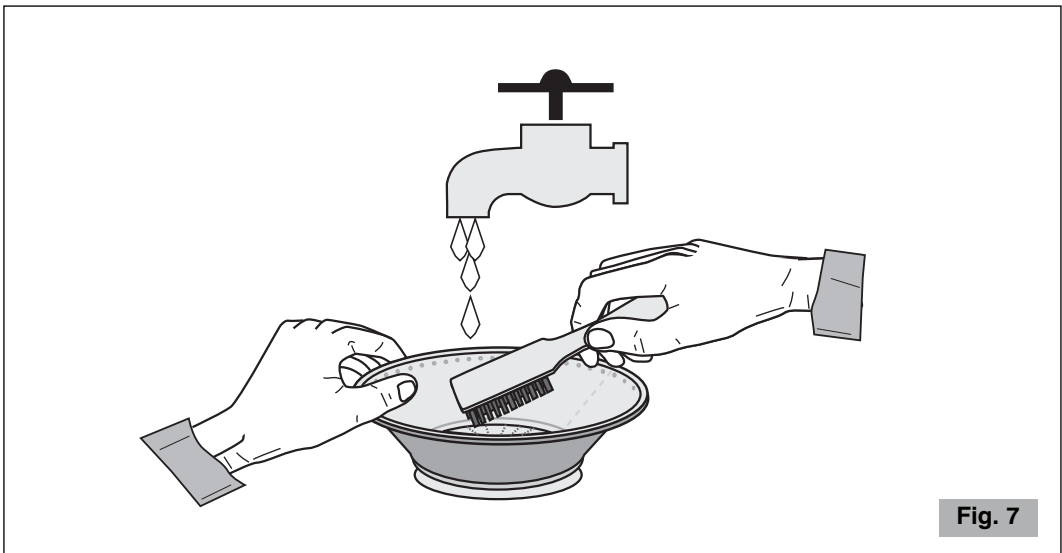

Fig. 7
- Para obtener un rendimiento superior de zumo controlar siempre que el filtro haya sido limpiado cuidadosamente utilizando un cepillo de nylon. Utilizando este cepillo, mantener el filtro bajo el grifo y cepillar la parte interna del tamiz (véase Fig. 7), después controlar en contraluz que no haya agujeros obstruidos en el tamiz. Si hubiera agujeros obstruidos, inmergir el filtro en una solución de agua caliente con el 12% de zumo de limón o vinagre para que se liberen los agujeros. En alternativa lavar el filtro en el lavavajillas.
| Pulpa expulsada muy mojada e inferior cantidad de zumo extraído. | <ul style="list-style-type: none"> • Probar licuar más lentamente apretando la fruta con menor fuerza. • Asegurarse siempre que el filtro haya sido limpiado cuidadosamente utilizando un cepillo de nylon. Utilizando este cepillo, mantener el filtro debajo del grifo y cepillar la parte interna del tamiz (véase Fig. 7), después controlar en contraluz que no haya agujeros del tamiz obstruidos. Si hubiera agujeros obstruidos, inmergir el filtro en una solución de agua caliente con el 12% de zumo de limón o vinagre para que se liberen los agujeros. Como alternativa lavar el filtro en lavavajillas. • Fruta demasiado madura. |